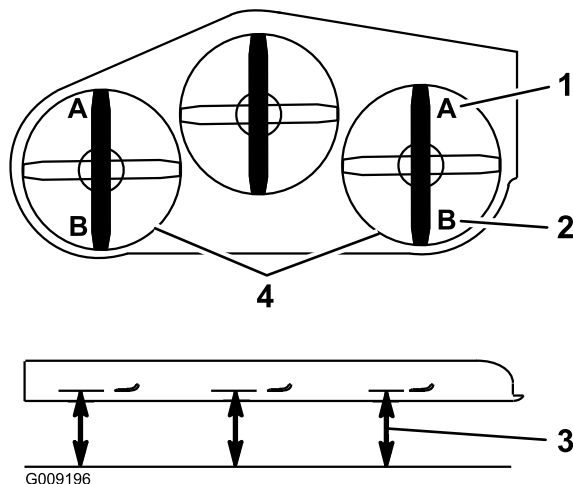

Figure 91
9. De chaque côté du tablier de coupe, mesurez la distance entre la surface plane et la pointe avant de la lame (position A), comme montré à la Figure 91.
15. De chaque côté du tablier de coupe, mesurez la distance entre la surface plane et la pointe arrière de la lame (position B), comme montré à la Figure 91.